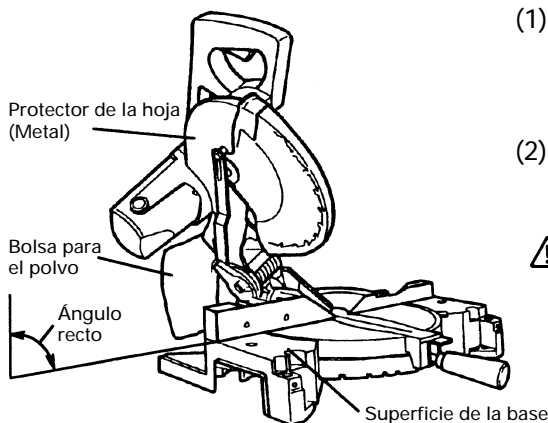

Fig. 35
- (1) Cuando la bolsa para el polvo esté llena de polvo, dicho polvo saldrá soplando de la bolsa para el polvo cuando gire la hoja de sierra. Compruebe periódicamente y vacíe la bolsa para el polvo antes de que se llene.
- (2) Durante el corte en bisel y compuesto, fije la bolsa para el polvo en ángulo recto con relación a la superficie placa de la base como se muestra en la Fig. 35.